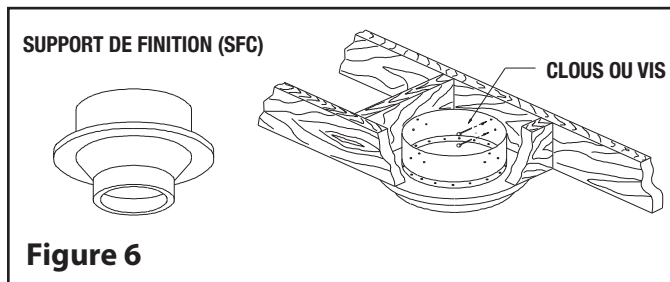

Figure 6
Step 3 : D'en dessous, poussez le support de finition dans l'ouverture. Clouez le support au boîtier encadré à l'aide de (12) clous torsadés de 3 po ou de vis à bois no. 8 x 1 1/2 po (voir Figure 6).